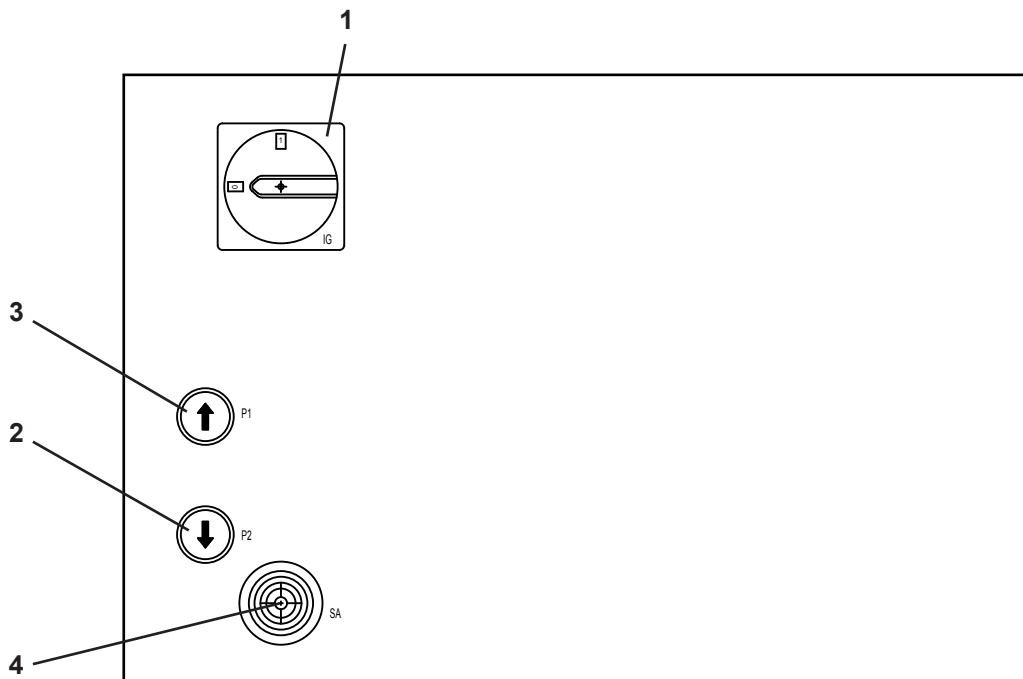

Fig. 31
Salita. (Rif. Fig.31) Interruttore generale (1) in posizione 1. Premere il pulsante di salita (3) fino al raggiungimento dell'altezza voluta.
Up - (Ref. Fig. 31) Master switch (1) in position 1.
Heben. (Zu Abb. 31). Hauptschalter (1) in Schaltstellung "1" setzen. Die Taste "Heben" (3) drücken, bis die gewünschte Höhe erreicht wird.
Montée. (Réf. Fig. 31) Interrupteur principal (1) sur la position 1. Appuyer sur le bouton-poussoir de montée (3), jusqu'à obtention de la hauteur souhaitée.
Subida. (Ref. Fig.31) Interruptor general (1) en posición 1.